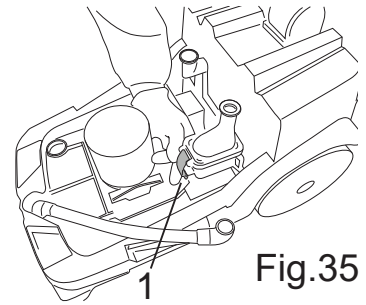

Fig.35
- Verwijder het deksel van de variabele inlaatklep door de hendel los te maken (Fig.35-Ref.1).